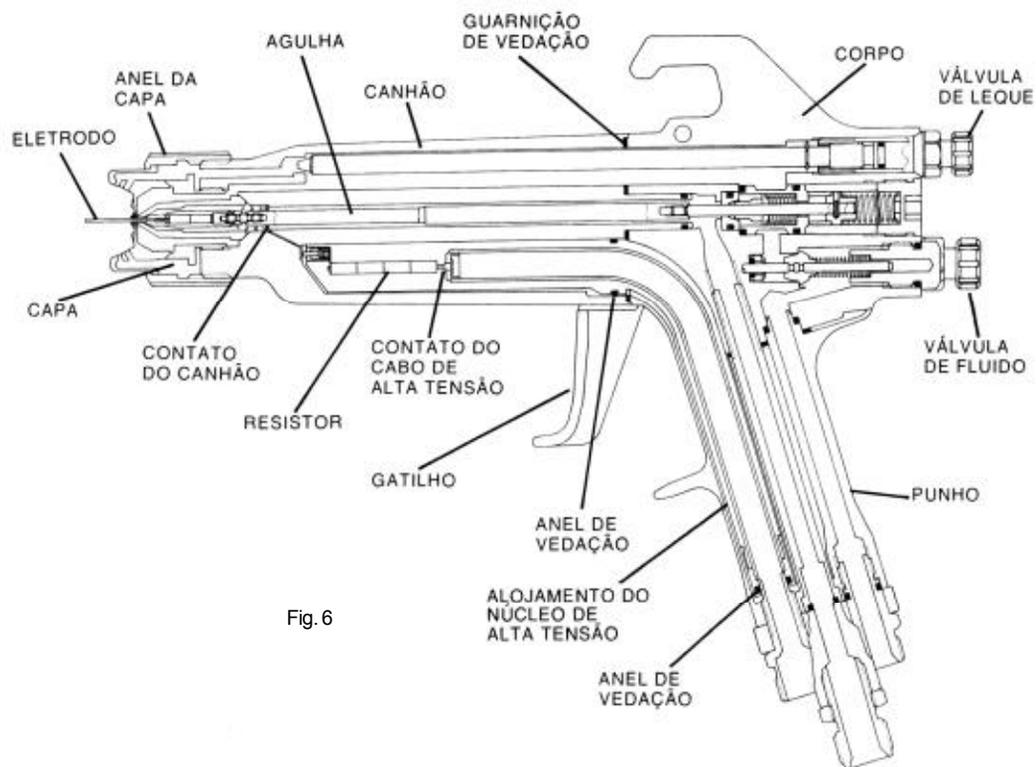

Fig. 6
A pistola contém um resistor dentro do canhão em contato com o cabo de alta tensão que limita a corrente no circuito de alta tensão, e portanto, limitando uma faísca de descarga (fig. 6).
3. Ao montar novamente a agulha e o bico certifique-se que o eletrodo faz contato correto com o contato do canhão (fig.6).
1. Local onde se aloja o cabo de alta tensão rigorosamente limpo e contato correto do cabo com o resistor (fig. 6).